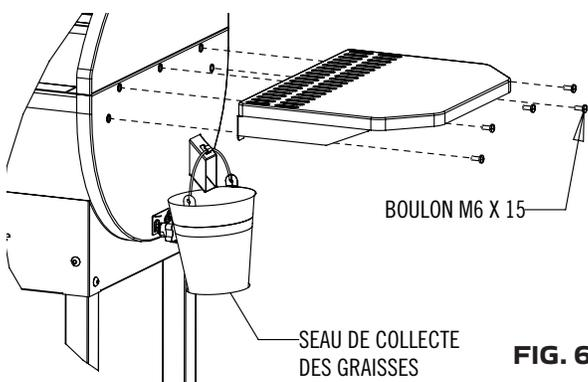

FIG. 6
1. Installer l'étagère comme illustré à la Fig 6.
1. Suspendre le seau de collecte des graisses à son conduit d'évacuation comme indiqué à la Fig 6.